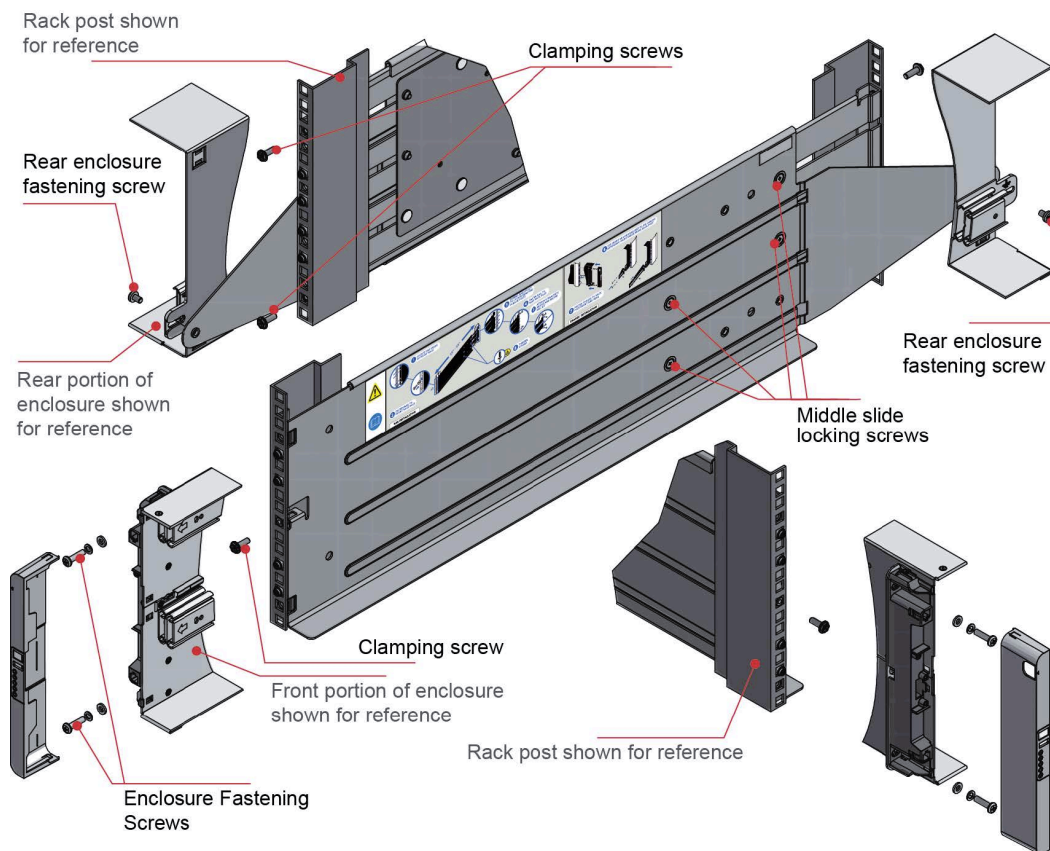

Figure 2. Installation du système dans une armoire (glissière gauche uniquement)
2. Fixez les broches d'emplacement de glissière à l'avant de l'armoire et allongez la glissière pour fixer les broches d'emplacement arrière. Assurez-vous que les broches sont correctement fixées dans les trous ronds ou carrés des montants de l'armoire (voir figure 2).
5. Fixez l'avant du boîtier à l'aide des vis de fixation et des rondelles du boîtier (x4), comme illustré dans la figure 2.